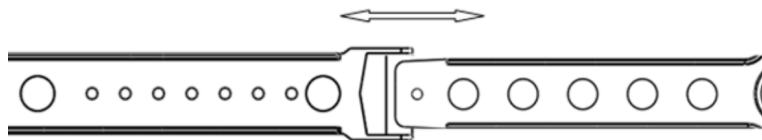

Рис. 5.2. Горизонтальная регулировка.
- **Горизонтальная регулировка системы крепления:** уменьшая или увеличивая размер ремня (См. рис. 5.2), отрегулируйте размер наголовника так, чтобы глаза сварщика находились в средней части светофильтра.